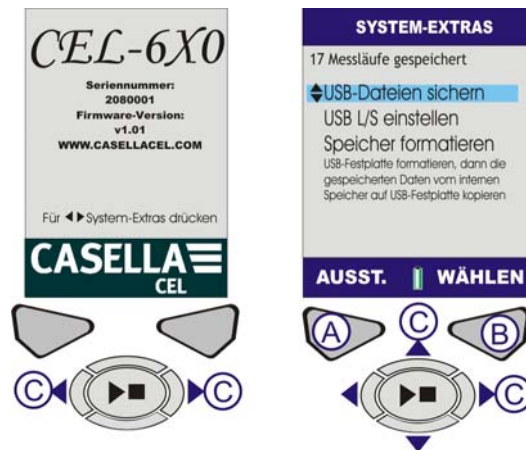

Abbildung 17 System-Extras
M. SYSTEM-EXTRAS (siehe Abbildung 17)